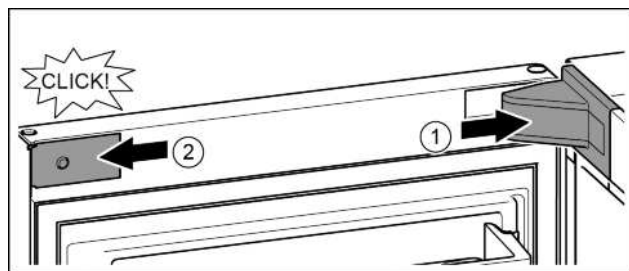

Fig. 25
- ▶ Крышку опорного кронштейна установить и зафиксировать, при необходимости, осторожно разжать. Fig. 25 (1)
- ▶ Установить скобу накладку и зафиксировать. Fig. 25 (2)